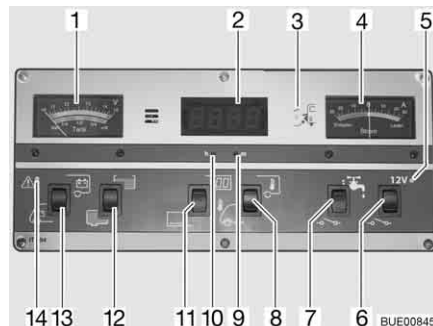

Fig. 130 Panneau de contrôle IT 994
Observer sur l'indicateur de charge/de niveau de réservoir (Fig. 130,1), la graduation supérieure. L'indicateur s'éclaire automatiquement dès qu'un commutateur est actionné.
- Commutateur à bascule (Fig. 130,13) vers le bas : La tension de la batterie de démarrage est affichée.
- Commutateur à bascule (Fig. 130,13) vers le haut : La tension de la batterie de cellule est affichée.
Observer sur l'indicateur de charge/de niveau de réservoir (Fig. 130,1) la graduation inférieure. L'indicateur s'éclaire automatiquement dès qu'un commutateur est actionné.
- Commutateur à bascule (Fig. 130,12) vers le haut : Le niveau du réservoir d'eau est affiché.
- Commutateur à bascule (Fig. 130,12) vers le bas : Le niveau du réservoir d'eaux usées est affiché.
Le voyant d'alerte rouge ALARME (Fig. 130,14) clignote dès que la charge de la batterie de cellule descend en dessous de 11 V (mesurée en marche) et qu'il y a risque de décharge profonde des batteries.
- Commutateur à bascule (Fig. 130,11) vers le haut : L'affichage de l'horloge numérique est activé. L'affichage de température est en ordre de marche.
- Commutateur à bascule (Fig. 130,11) vers le bas : L'affichage de l'horloge numérique et l'affichage de température sont désactivés.
- Appuyer avec un objet fin, p. ex. l'extrémité d'un stylo à bille, sur l'orifice pour l'affichage des heures (Fig. 130,10) jusqu'à ce que l'indication des heures souhaitée s'affiche.
- Appuyer avec un objet fin, p. ex. l'extrémité d'un stylo à bille, sur l'orifice pour l'affichage des minutes (Fig. 130,9) jusqu'à ce que l'indication des minutes souhaitée s'affiche.
- Commutateur à bascule (Fig. 130,8) vers le haut : La température intérieure s'affiche.
- Commutateur à bascule (Fig. 130,8) vers le bas : La température extérieure s'affiche.
Cet indicateur (Fig. 130,4) permet de visualiser en permanence le flux de courant actuel de la batterie. L'indicateur s'éclaire automatiquement dès qu'un commutateur est actionné.
L'interrupteur principal 12 V (Fig. 130,6) établit ou coupe le panneau de contrôle et l'alimentation 12 V de la cellule.
Mise en marche : ■ Commutateur à bascule (Fig. 130,6) vers le haut : L'alimentation 12 V de la cellule est assurée. Le voyant de contrôle (Fig. 130,5) s'allume en vert.
Mise hors service : ■ Commutateur à bascule (Fig. 130,6) vers le bas : L'alimentation 12 V de la cellule est coupée. Le voyant de contrôle (Fig. 130,5) s'éteint.
Le voyant de contrôle 12 V (Fig. 130,5) s'allume dès que l'interrupteur principal 12 V (Fig. 130,6) est enclenché.
Le voyant de contrôle jaune 230 V (Fig. 130,3) s'allume si l'arrivée du bloc électrique est sous tension de réseau.
Mise en marche : ■ Commutateur à bascule (Fig. 130,7) vers le haut : L'alimentation en eau est activée.
Mise hors service : ■ Commutateur à bascule (Fig. 130,7) vers le bas : L'alimentation en eau est désactivée.